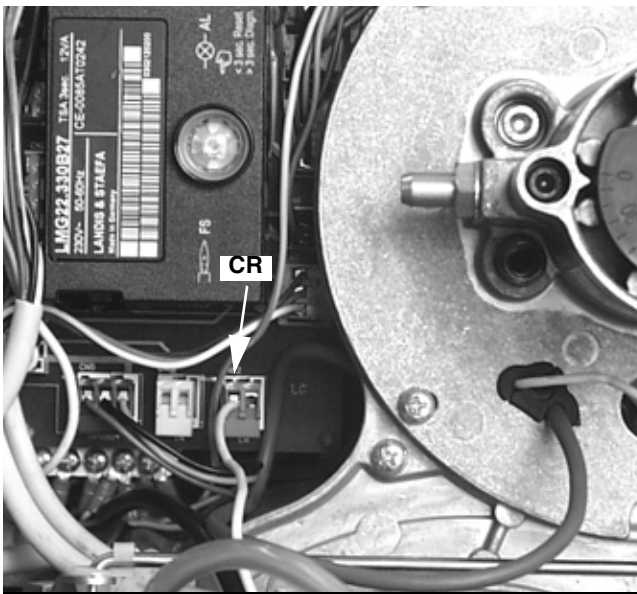

Fig. 33
- 3 Quite el conector CR del electrodo de detección (Fig. 33).